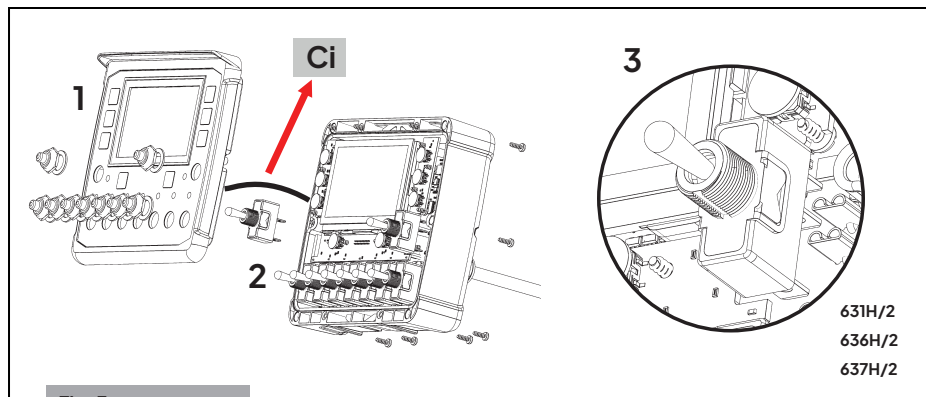

Fig. 3
► Sostituzione dell'interruttore danneggiato (Fig. 3)